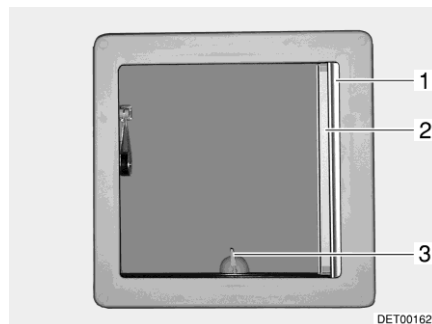
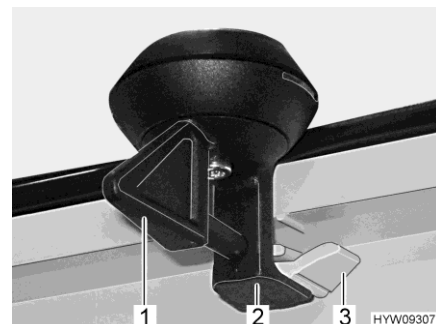

Bild 50 Uppfällbar taklucka
Bild 51 Lås (uppfällbar taklucka)
- Vrid spaken (Bild 50,3 resp. Bild 51,1) ett kvarts varv.
- Vrid spaken ett kvarts varv. Låset (Bild 51,2) måste glida in i den nedre spärren (Bild 51,3).
- Drag ut plisségardinen (Bild 50,1) och släpp den i önskad position. Plisségardinen stannar i denna position.
- Drag ut insektsnätet (Bild 50,2) tills det hakar in i låset på motsatta sidan.